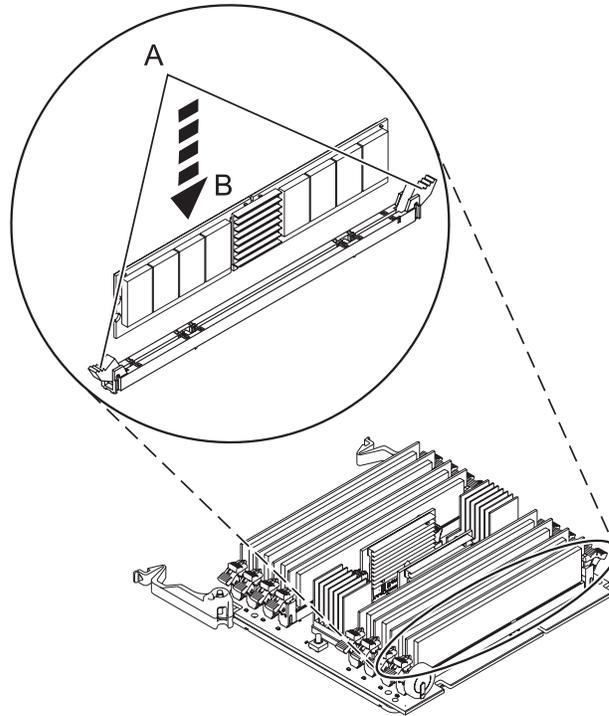

Figura 22. Substituir um módulo de memória
10. Certifique-se de que as patilhas de fecho do conector (**A**) estão premidas para fora, na posição de desbloqueio, tal como ilustrado na Figura 22 na página 30, antes de instalar um módulos de memória novo.